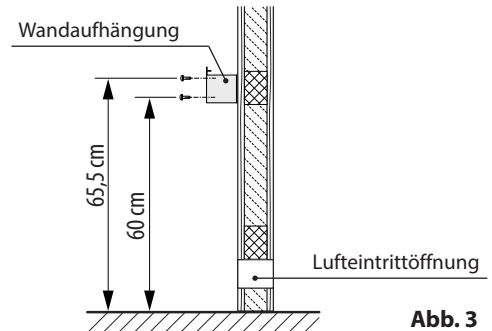

Abb. 3
- Wandaufhängung gemäß Abb. 3 + 4 mittig über der Lufteintrittsöffnung mit den beige-fügten Spanplattenschrauben an der Kabinenwand festschrauben.